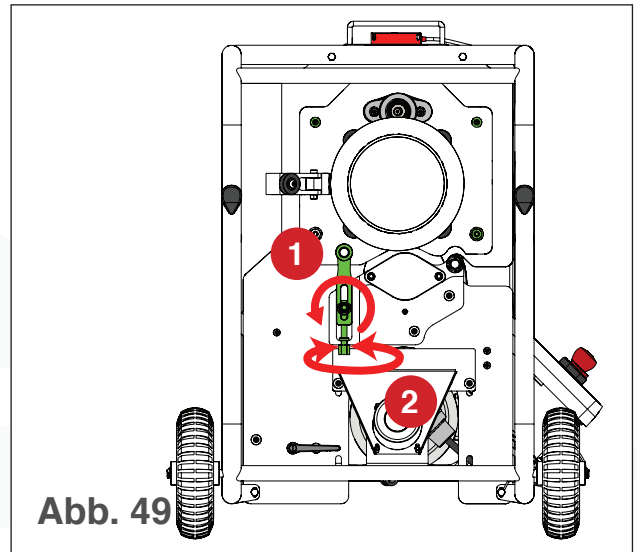

Abb. 49
4. Lösen Sie die Kontermuttern der Trommelhöhe auf beiden Seiten der Trommel (siehe Abb. 49).
der Trommel auf beiden Seiten der Trommel, um die Trommel anzuheben oder abzusenken (siehe Abb. 49):